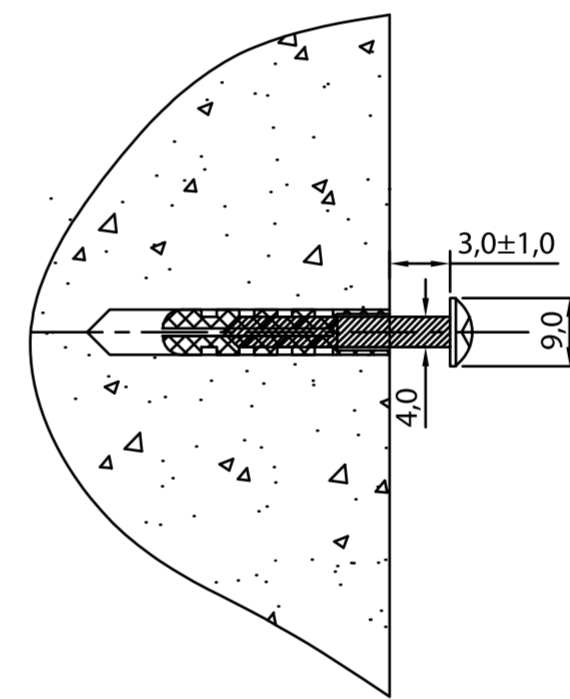

Рис. 2
- Разметьте места отверстий под анкерные болты, просверлите отверстия Ø6 мм согласно разметке (рис. 2).
- Установите два анкерных болта, закрутите болты в соответствии с разметкой рис. 2.